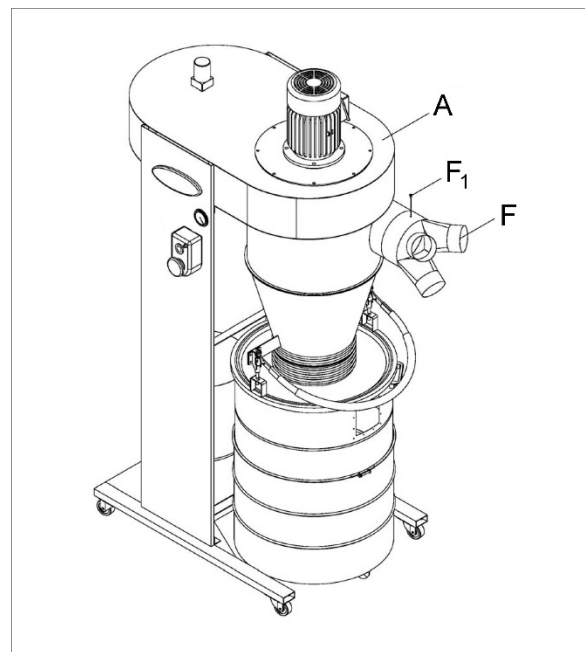

Figura 9
15. Empuje el adaptador de entrada (F, Figura 9) en el orificio de la caja y apriete con el tornillo (F₁).